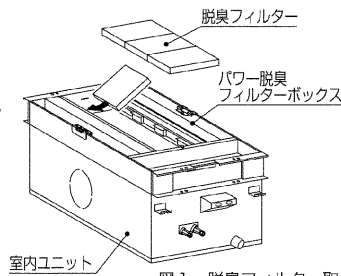
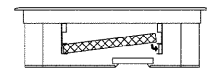

図1. 脱臭フィルター取付け図
図2. 脱臭フィルター取付け図（断面）
(1) 脱臭フィルター取付け
①脱臭フィルターをパワー脱臭フィルターボックス（以下 フィルターボックス）に図1、図2のように取付けます。